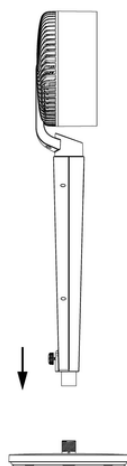

Fig.1
1. Însurubați corpul ventilatorului pe bază (Fig. 1).